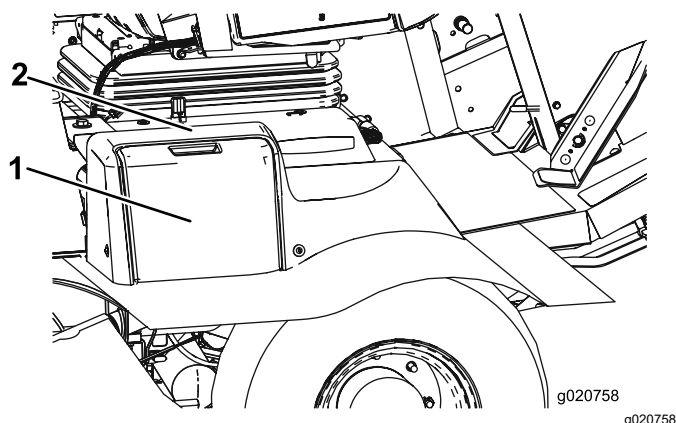

Рисунок 97
1. Откройте крышку аккумуляторной батареи сбоку на кожухе (Рисунок 97).
Примечание: Нажмите на плоскую поверхность над крышкой аккумуляторной батареи, чтобы облегчить снятие крышки (Рисунок 97).